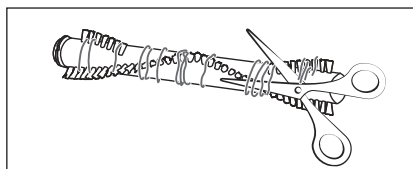

Fig. 31
- 4) Corte los hilos y pelos enganchados a lo largo de las cerdas del rodillo de cepillos 21 con unas tijeras (consulte la fig. 31). Retire los hilos y pelos del rodillo de cepillos 21.